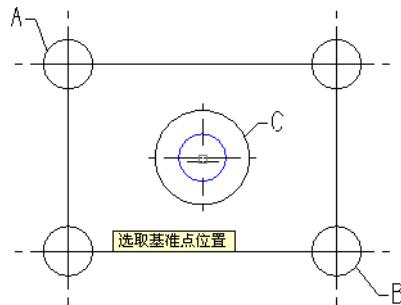

图 3-125 选取矩形中心点
- 06 在“矩形”工具栏中单击“中心点”按钮，选择圆 C 的圆心作为绘制矩形的中心点，如图 3-125 所示。